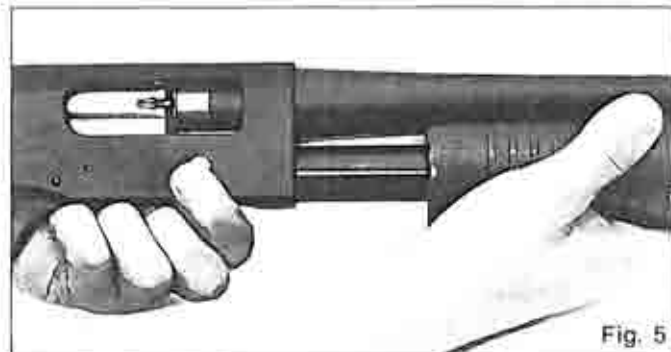

Fig. 5
- b3. Premendo il bottone di svincolo A3 far avanzare la manopola D fino a completa chiusura dell'otturatore A7 (Fig. 5).
While pressing the cartridge latch button A3, slide the breech bolt handle D until the breech bolt A7 is completely closed (Fig. 5).
En appuyant sur le poussoir d'arrêt de culasse A3, faire avancer le devant bois D jusqu'à ce que la culasse mobile A7 est complètement fermée (Fig. 5).